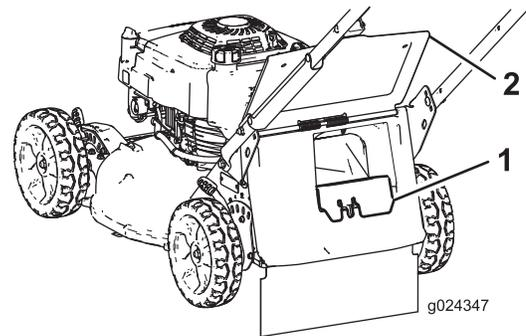

Figura 17
- Si el tapón de descarga trasera no está instalado, sujételo por el manillar, eleve la puerta trasera e introdúzcalo en el conducto de descarga trasera hasta que el enganche encaje en su sitio (Figura 17).
3. Retire el tapón de descarga trasera presionando el enganche hacia dentro con el dedo pulgar y extrayendo el tapón de la máquina (Figura 17).